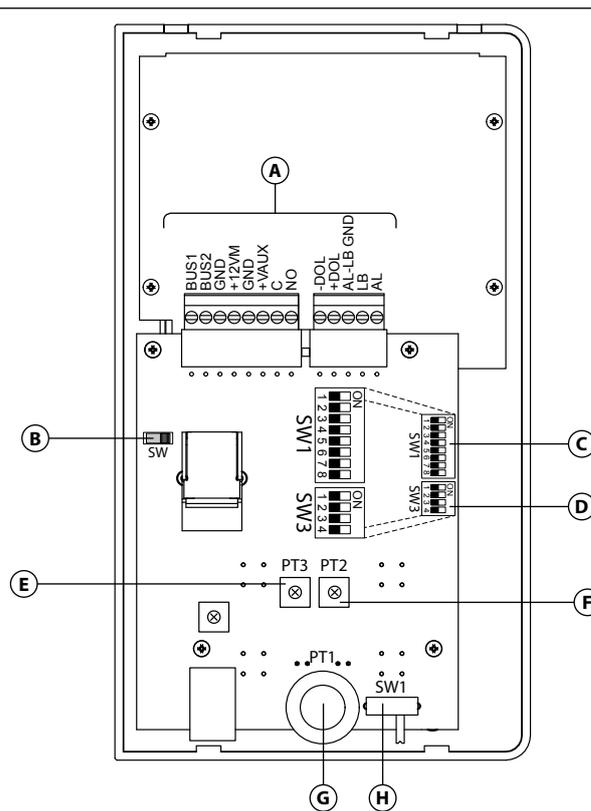

Fig. 2 Dos
- Tirare verso l'esterno la parte superiore del coperchio come mostrato in Fig. 2. **Non tirare il coperchio in direzione dritta.**